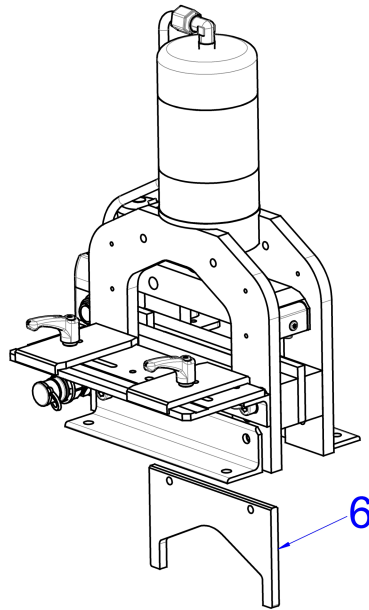

Imagen 13: Extraer la cuchilla
- Para finalizar extraer la cuchilla de la parte inferior de la unidad de corte (imagen 13, 6). No olvide que la cuchilla posee cantos afilados.